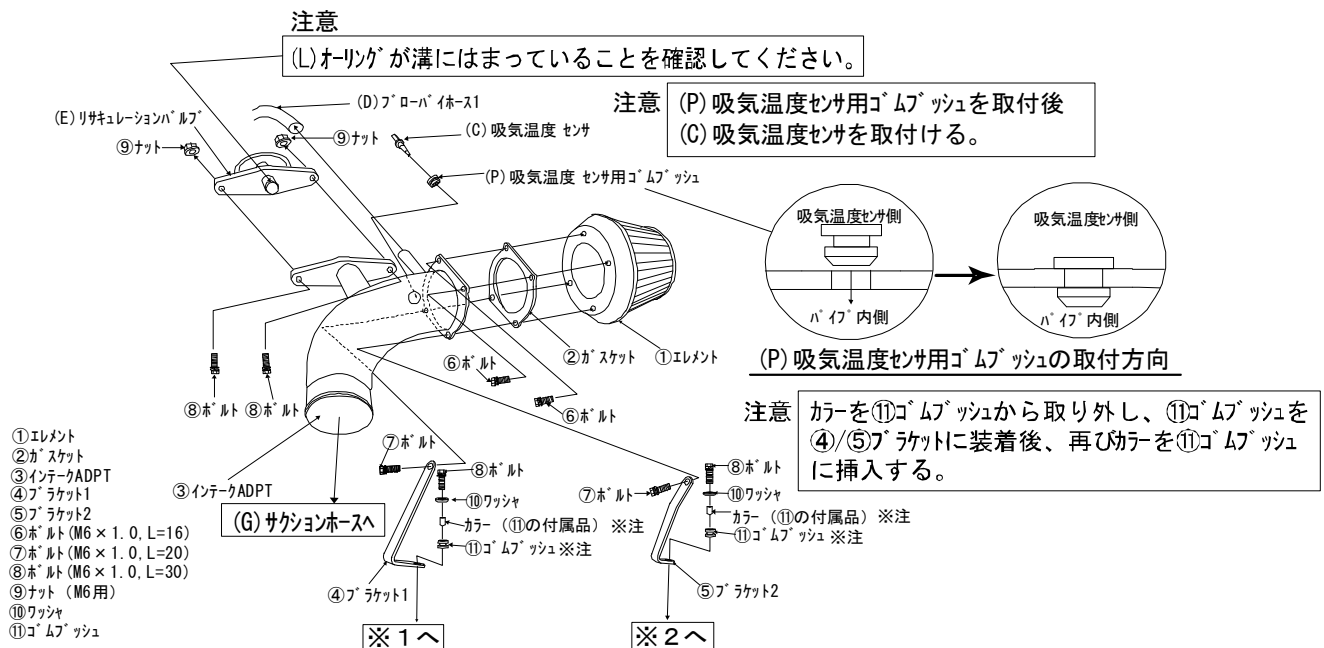

図 3
1. 下図3～4を参照してPOWER INTAKEを組立ててください。この時、各ボルト・ナットは仮締めの状態にしておいてください。